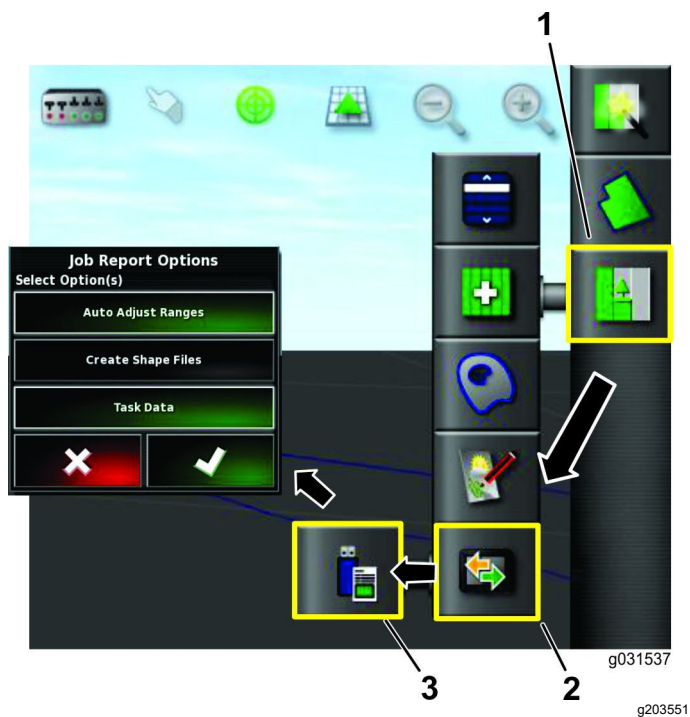

図 89
3. 作業メニューアイコンを押す 図 89。
4. データ交換アイコンを押す 図 89。
5. 「作業レポートエクスポート」アイコンを選択する 図 89。